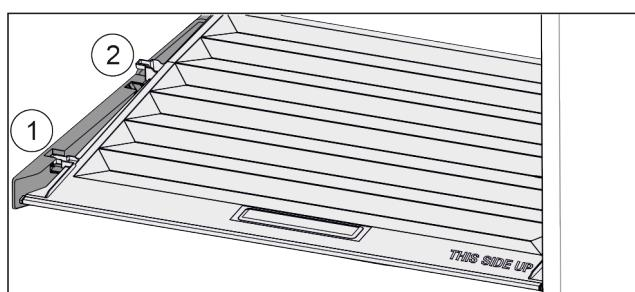

Fig. 142
- Издърпайте напред Fig. 142 (1) капака до отвора в задържащите части.
- Повдигнете го отзад отдолу и отстранете Fig. 142 (2) нагоре.